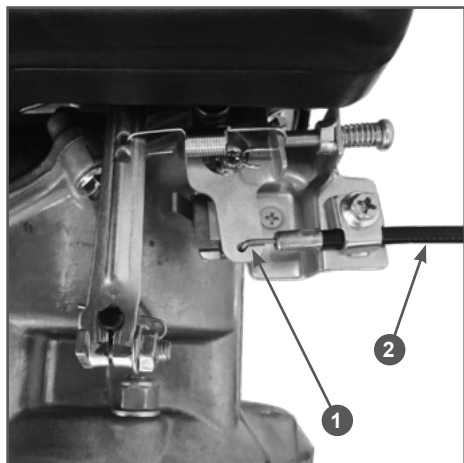

Рис. 4 Крепление троса газа
2. Вставьте Z-образный конец троса 1 газа в отверстие на рычаге управления, а оболочку 2 троса газа закрепите скобой крепления (Рис. 4).